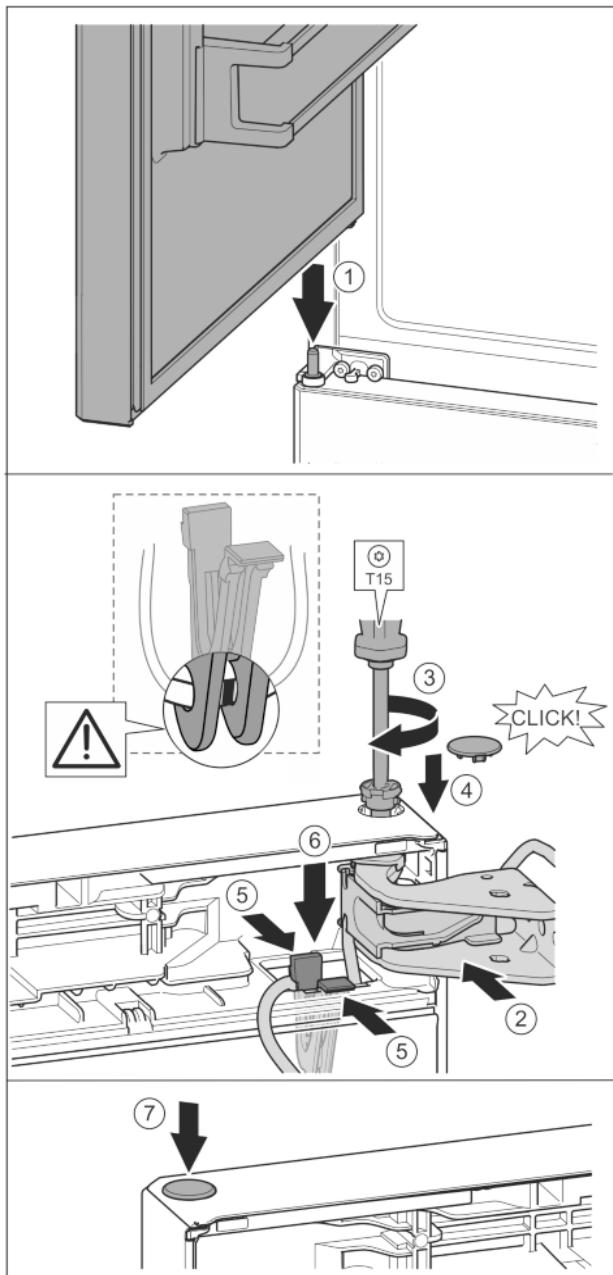

Fig. 41
- Встановлення верхніх дверцят на середній опорний палець Fig. 41 (1)
- Вирівнюйте дверцята зверху по отвору в опорному кронштейні. Fig. 41 (2)
- Вставте палець та закрутіть за допомогою викрутки T15. Fig. 41 (3)
- Встановіть захисну кришку для захисту дверцят: вставте захисну кришку і проконтролюйте, щоб вона прилягала до дверцят. Якщо це не так, повністю вставте палець. Fig. 41 (4)
- Вставте тримач із зафікованим в ньому кабелем в отвір. Fig. 41 (5)
- Притисніть тримач донизу так, щоб з'єднувальна накладка зафіксувалася. Fig. 41 (6)
- Вставте пробку. Fig. 41 (7)